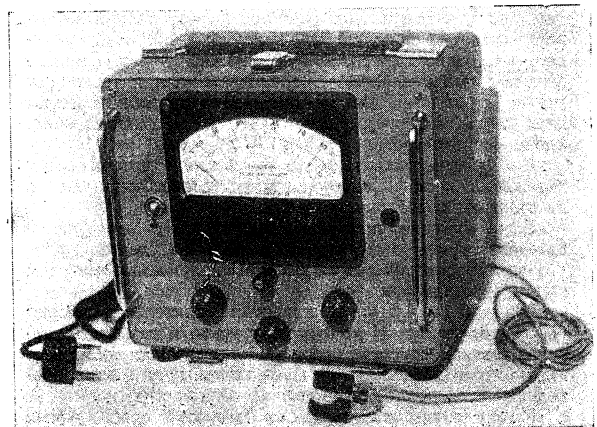
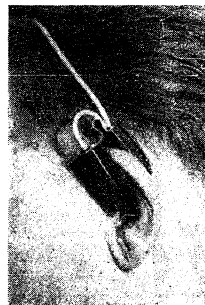
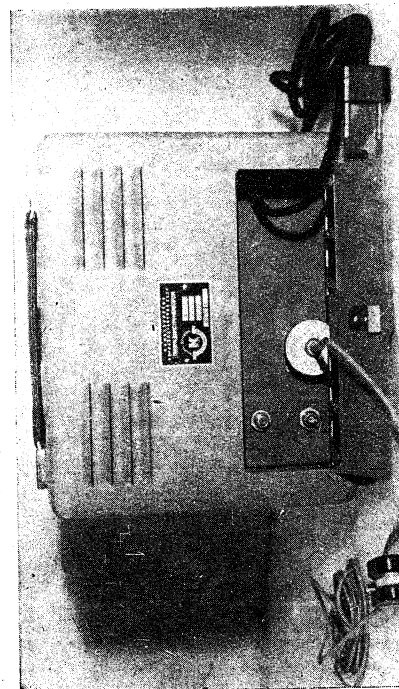

Рис. 1
Рис. 2
Рис. 3
Основной частью прибора является датчик-приспособление, надеваемое на ушную раковину человека (рис. 2).
Шасси заключено в металлический футляр (рис. 1). На задней стенке футляра имеется крышка с пружинной защелкой, открывающая доступ в карман для хранения датчика со шнуром, сетевого шнура и запчастей (рис. 3).
Основные органы управления находятся на передней панели прибора (рис. 1).
частью (резиновым кольцом) к внутренней стороне уха. Окно фотозлементной части датчика должно быть полностью закрыто ухом, так, чтобы свет не попадал на фотозлементы мимо уха (рис. 2). Нельзя допускать сползание датчика с прогретого участка, т. к. это приведет к неправильным показаниям.
1. Извлечь сетевой шнур и датчик из кармана в задней стенке прибора (рис. 3). Надеть датчик на ухо так, как показано на рис. 2. Вставить вилку сетевого шнура в розетку электрической сети.